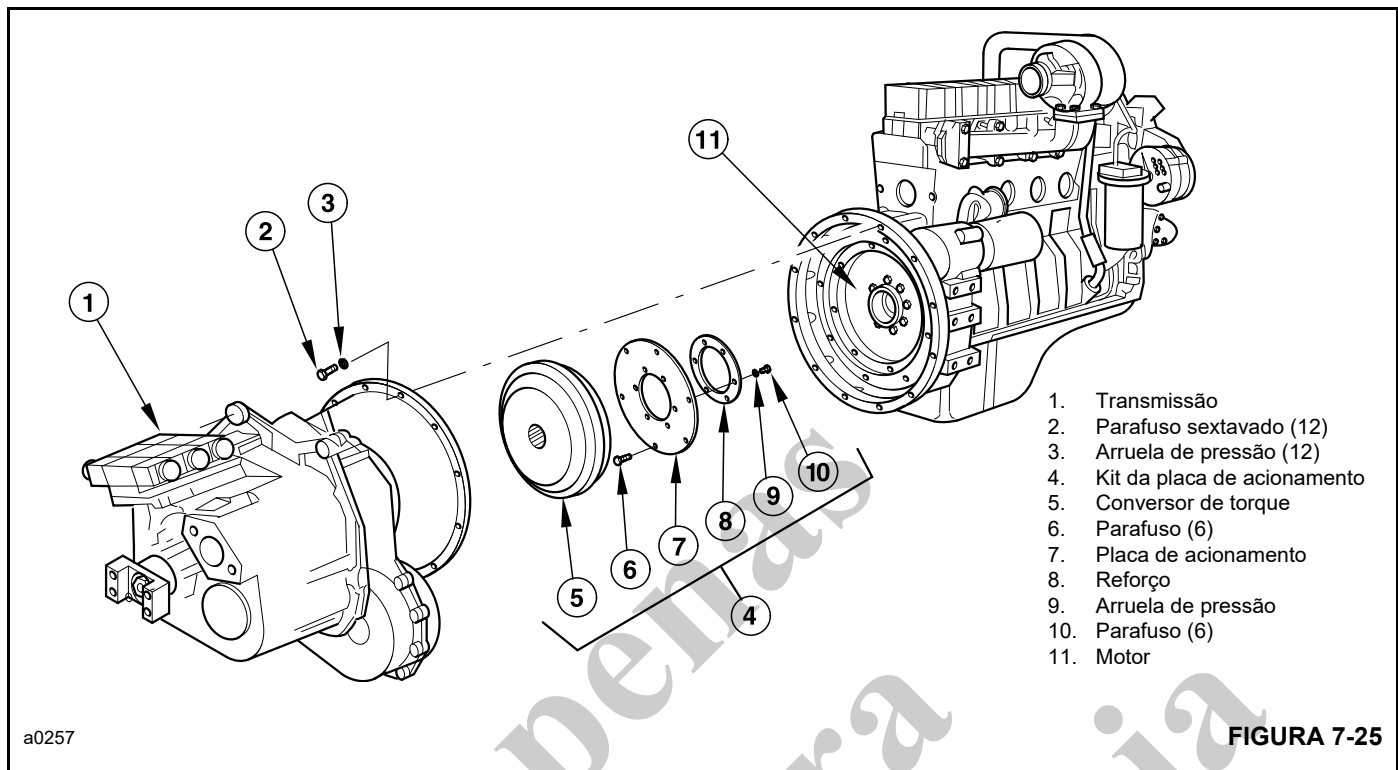

FIGURA 7-25
4. Remova os 12 parafusos 2 (Figura 7-25) e arruelas de pressão 3 que fixam a carcaça da transmissão/conversor de torque 1 à carcaça do volante do motor 11. Remova o conjunto da transmissão e do conversor de torque 4 e coloque-o em uma área de trabalho limpa em que o conversor de torque possa ser removido. Recomenda-se que a transmissão seja montada no suporte de manutenção.
1. Monte a placa de acionamento 7 (Figura 7-25) e a placa de reforço 8 no conversor de torque 5 usando os parafusos 10 e as arruelas de pressão 9. Aplique Loctite® 243 nas roscas dos parafusos 10 e aperte-os com torque de 40 Nm (30 lb-pé).